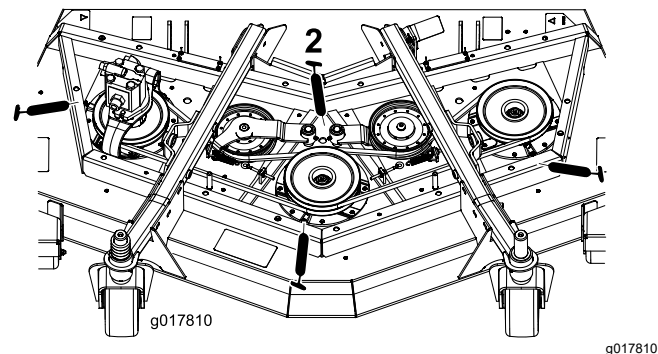

Figure 78
- 3 paliers d'axes de pivot (sous la poulie) (Figure 78)
- 2 bagues de pivot de bras de poulie de tension (Figure 78)